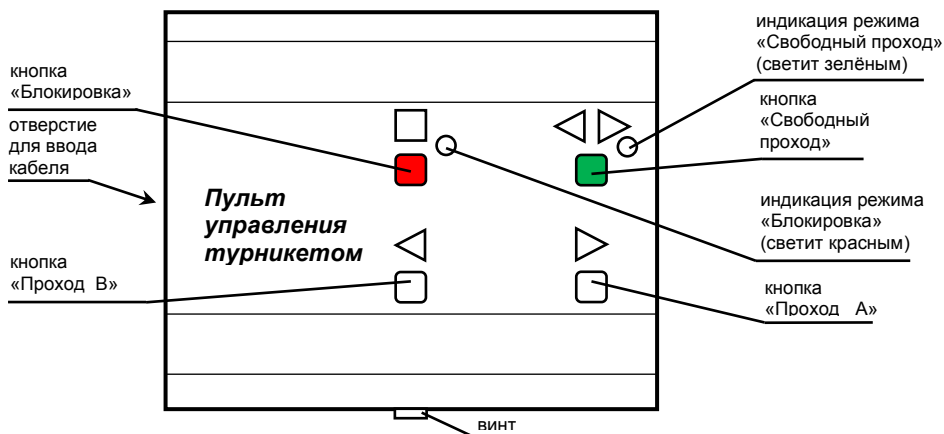
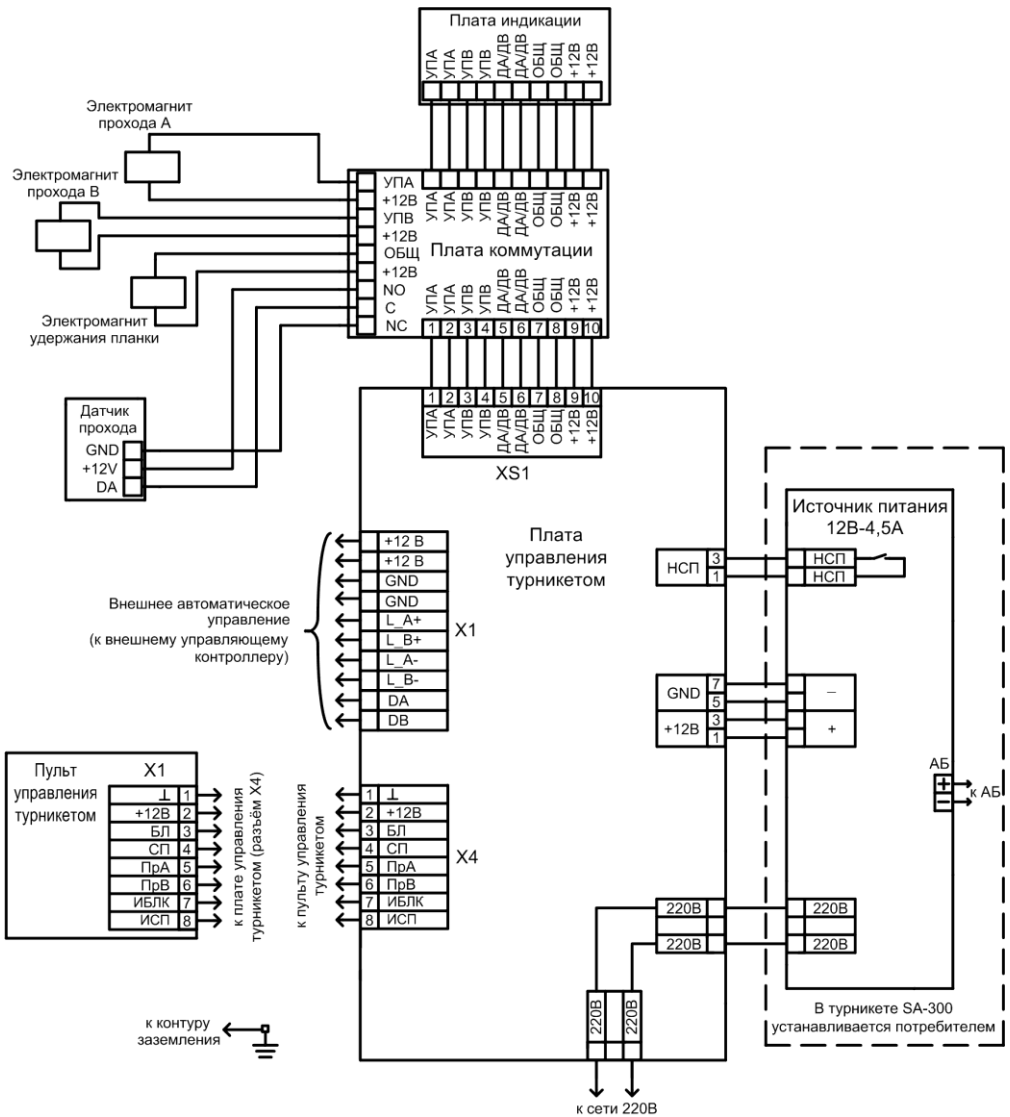

Рис.3 Внешний вид пульта управления
Рис.8 Схема электрическая соединений турникетов SA-300 и SA-301
Пульт управления турникетом (рис.3) предназначен для ручного дистанционного управления турникетом.
Пульт управления поставляется в комплекте с турникетом и подключается к плате управления турникетом – см. рис.8.
- подключите кабель пульта управления к клеммнику Х4 платы управления турникетом и к клеммнику пульта (выкрутите винт – рис.3, снимите крышку, на крышке пульта расположена плата с клеммником, проденьте кабель в отверстие, подключите кабель согласно схеме подключения – рис.8, зафиксируйте кабель хомутом, соберите пульт);
- в режиме «Ожидания» нажмите на кнопку «▶» («Проход А») (рис.3). На индикаторе состояния засветится зелёная стрелка – разрешен однократный проход, проверните планки по направлению стрелки. После проворота засветится красный крестик – турникет снова в режиме «Ожидания»;